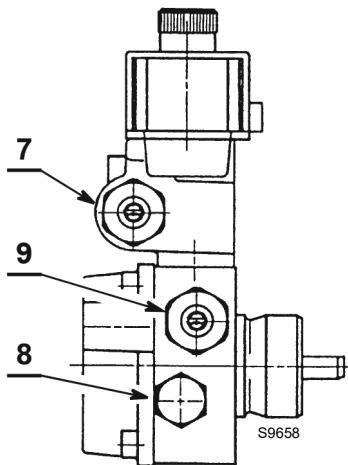

Fig. 19
- Si es necesario, volver a calibrar la presión con el tornillo 7) Fig. 19.
- El manómetro para controlar la presión se monta en lugar del tapón 8) Fig. 19.
- Si es necesario, volver a calibrar dicha presión o, si se prefiere cambiarla, utilizar el tornillo 9) Fig. 19.
- El manómetro para controlar la presión se monta en lugar del tapón (8) Fig. 19.
- Si es necesario, volver a calibrar dicha presión o, si se prefiere cambiarla, utilizar el tornillo 9) (Fig. 19).
- El manómetro para controlar la presión se monta en lugar del tapón (8) (Fig. 19).